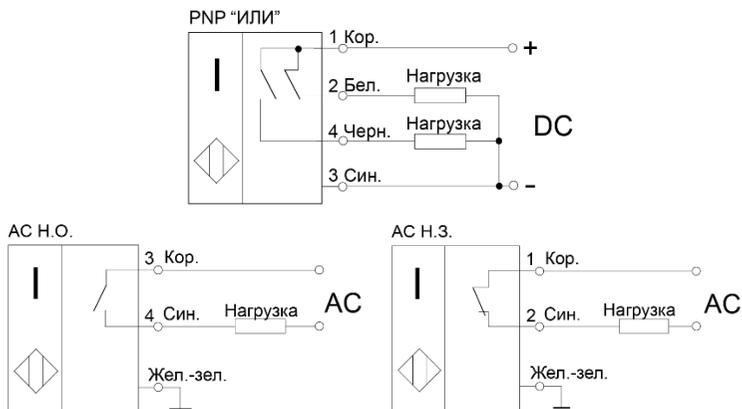

Рисунок 3 - Варианты схем подключения датчиков
3.4 Датчики включаются в электрическую цепь по 2-х или 4-х проводной схеме (рис.3).